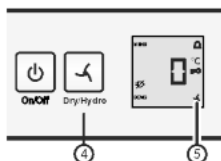

Fig. 3
- Nastavenie **hydro**: Stlačte tlačidlo dry/hydro Fig. 3 (4), kým sa nezobrazí symbol . Uvoľnite tlačidlo.
- ▷ Symbol dry/hydro Fig. 3 (5) svieti.
- Nastavenie **dry**: Stlačte tlačidlo dry/hydro Fig. 3 (4), kým symbol nezhasne. Uvoľnite tlačidlo.